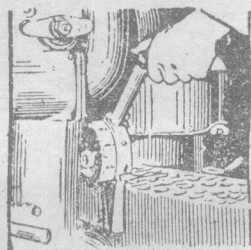

图8 减压杆放在“发动”位置
19. 当起动发动机刚开始以正常速度转动柴油机后，立即将减压杆放到中间位置，然后再放到“发动”位置（图8）。